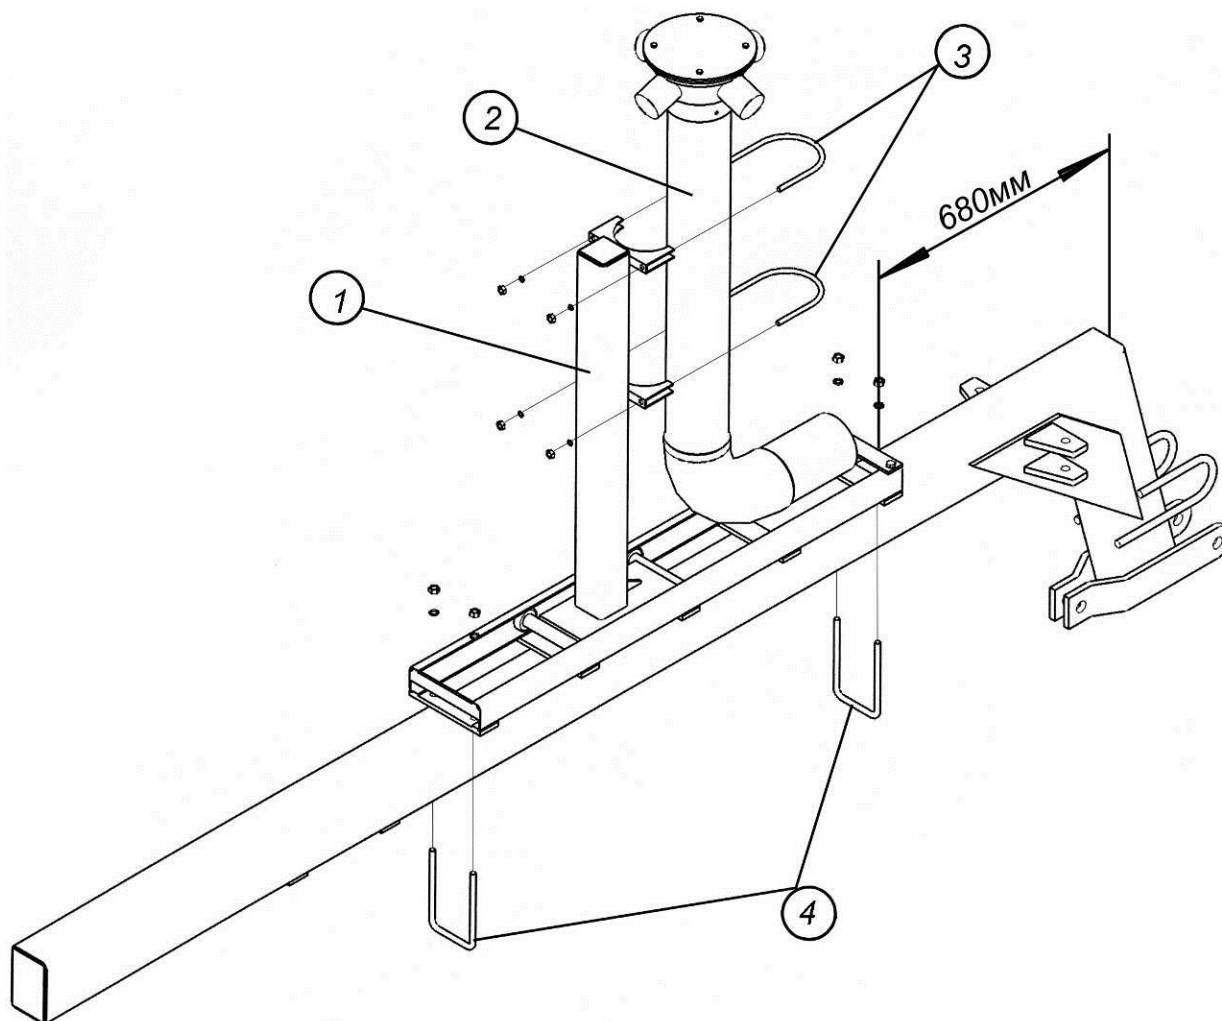

Рис. 4.13.2. Сборка первичного коллектора для ПК с двухосным бункером.
4.13.1.1. Для посевного комплекса с одноосным бункером установить проставку 1 спереди на раме культиватора с помощью пластины 2 и болтов 3 М20х170, подложив пружинные шайбы (рис.4.13.2а). Закрепить кронштейн первичного распределителя 4 на проставку 1 стремянками 5 М12х100х150, пружинными шайбами и гайка-
4.13.3. Закрепите трубу 2 с распределителем на стойке 1 скобами 3 (рис. 4.13.2).
Рис. 4.13.2а. Сборка первичного коллектора для ПК с одноосным бункером.